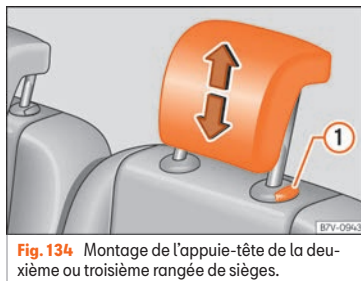

Fig. 134 Montage de l'appuie-tête de la deuxième ou troisième rangée de sièges.
- Retirez complètement l'appuie-tête tout en appuyant sur la touche » » » **fig. 134** ①.